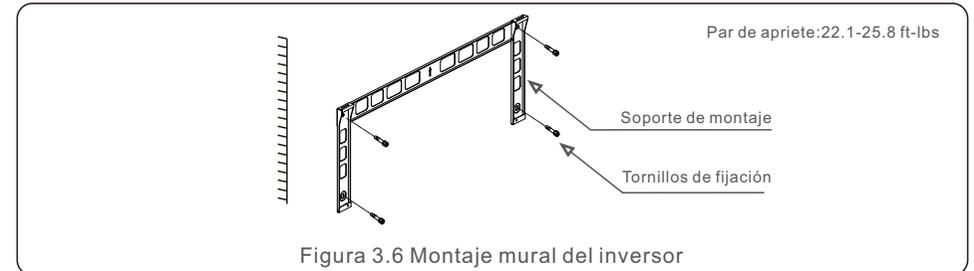

Figura 3.6 Montaje mural del inversor
1. Consulte la Figura 3.6, taladre los agujeros para los tornillos de montaje basándose en el diámetro del agujero del soporte utilizando un taladro de precisión y manteniendo la broca perpendicular a la pared. La profundidad máxima es de 3,54 pulgadas.
2. Asegúrese de que el soporte está en posición horizontal y que los orificios de montaje (en la figura 3.6) están marcados correctamente. Taladre los orificios en la pared siguiendo las marcas.